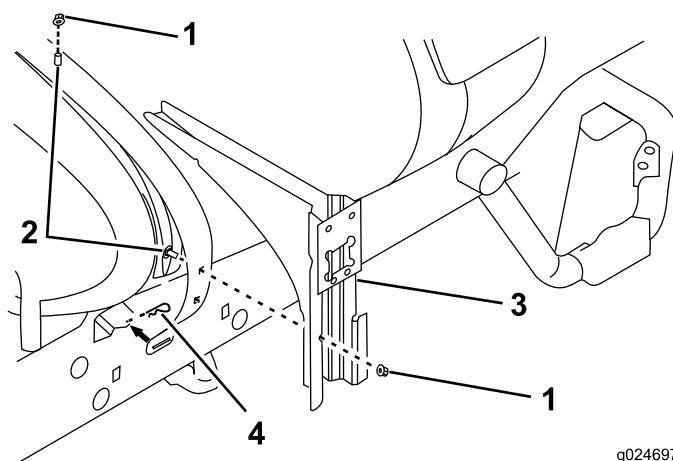

Figura 10
2. Instale 2 parafusos de carroçaria na correia direita do depósito (Figura 10).
4. Ligue a montagem da válvula aos parafusos de carroçaria previamente instalados utilizando duas porcas flangeadas (Figura 10).